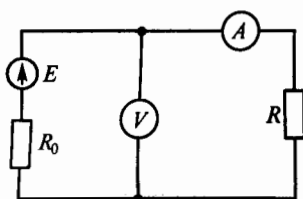

Рис. 6
1.10.Р. Каково внутреннее сопротивление  $R_0$  источника электроэнергии на рис. 6, если при токе нагрузки 5 А вольтметр показывает 48 В, а при токе 10 А — 46 В?